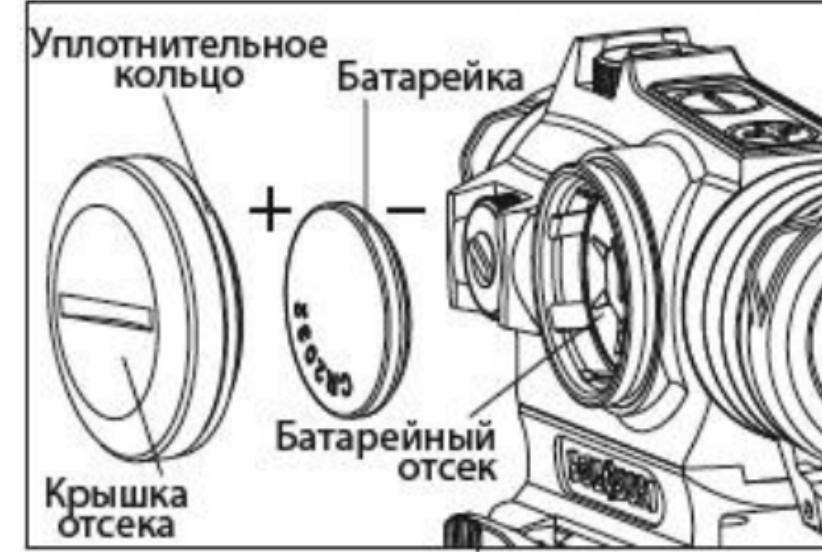

Рис. 3
Замена батарейки (Рис.3)
- 3) Установите новую батарейку в отсек с соблюдением полярности (см. Рис.3). Плотно заверните крышку, поворачивая ее по часовой стрелке.
Установка батарейки (Рис.3)
- 2) Установите новую батарейку в отсек с соблюдением полярности (см. Рис.3).